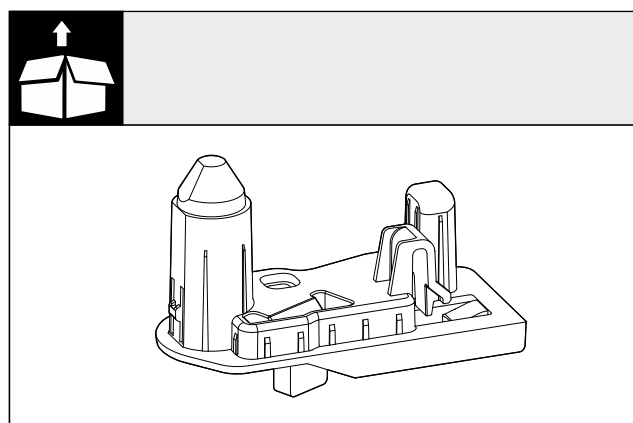

Fig. 8 Ložiskové pouzdro dveří
- Zkontrolujte montážní díly v příslušenství. (viz Fig. 8)